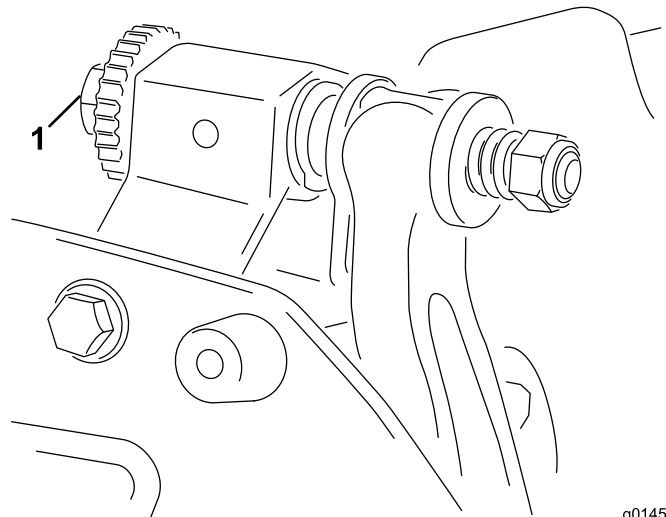

Bild 6
- A. Drehen Sie die Einstellschrauben des Untermesserträgers um jeweils eine Kerbe nach rechts, bis Sie leichten Kontakt spüren und hören (Bild 6).
6. Drehen Sie die Einstellschraube des rechten Untermesserträgers (Bild 6), bis Sie einen leichten Druck (d. h. Widerstand) an der Beilagscheibe spüren, wenn Sie sie von einer zur anderen Seite verschieben. Entfernen Sie die Beilagscheibe.